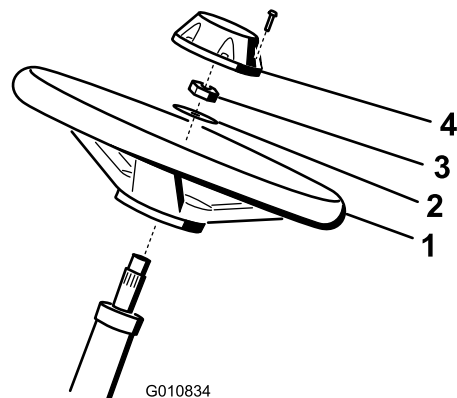

Bild 5
1. Schieben Sie das Lenkrad auf die Lenkwelle (**Bild 5**).
2. Schieben Sie die Scheibe auf die Lenkwelle (**Bild 5**).
3. Befestigen Sie das Lenkrad mit einer Sicherungsmutter an der Welle und ziehen es auf 27-35 Nm an (**Bild 5**).
4. Setzen Sie den Deckel auf und befestigen ihn mit sechs Schrauben am Lenkrad (**Bild 5**).